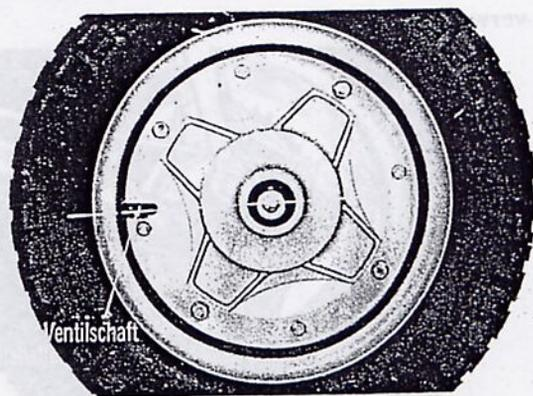

Abbildung 81
- (2) Der Ventilschaft muß genau auf die Achse zeigen. Ist dies nicht der Fall, kann dies zu Luftverlusten am Ventil führen. (Abbildung 81)